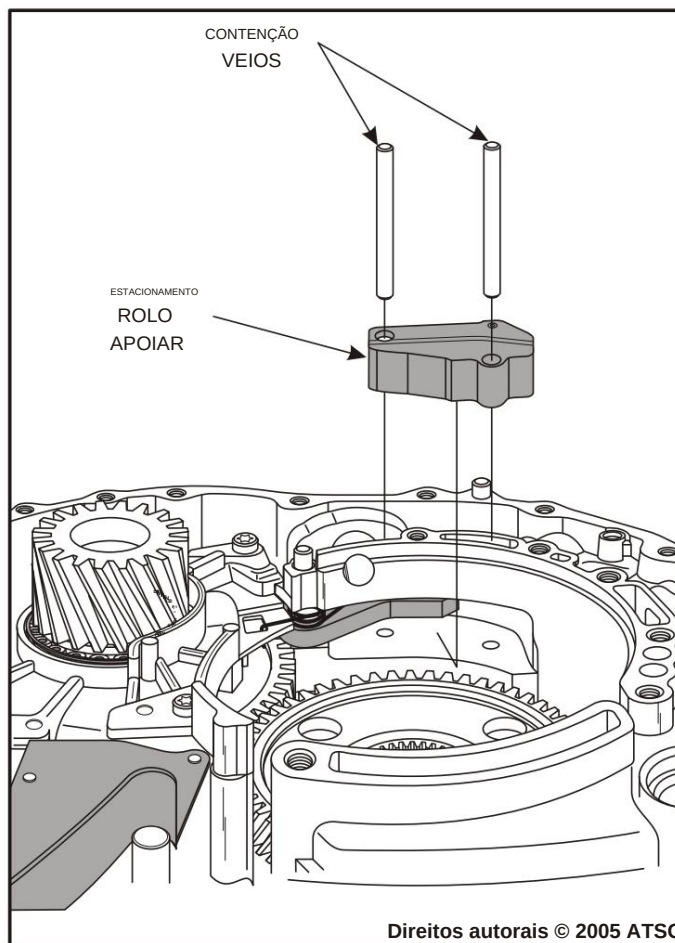

Figura 58
75. Remova os dois eixos e a haste de estacionamento suporte do rolo, conforme mostrado na Figura 58.